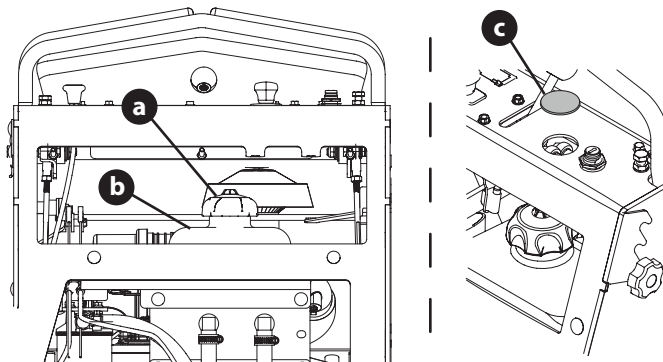

Fig. 28
4. Retire la tapa del depósito de aceite de la transmisión hidrostática (a) (Fig. 28).
5. Cortadoras de césped con plataformas de 48, 54 ó 60 pulgadas solamente: Inserte un embudo en el depósito (b) (Fig. 28).
- a. Quite el tapón negro (c) del panel de control buscando debajo del panel y apretando las dos pestañas y empujándolas hacia arriba (Fig. 28).